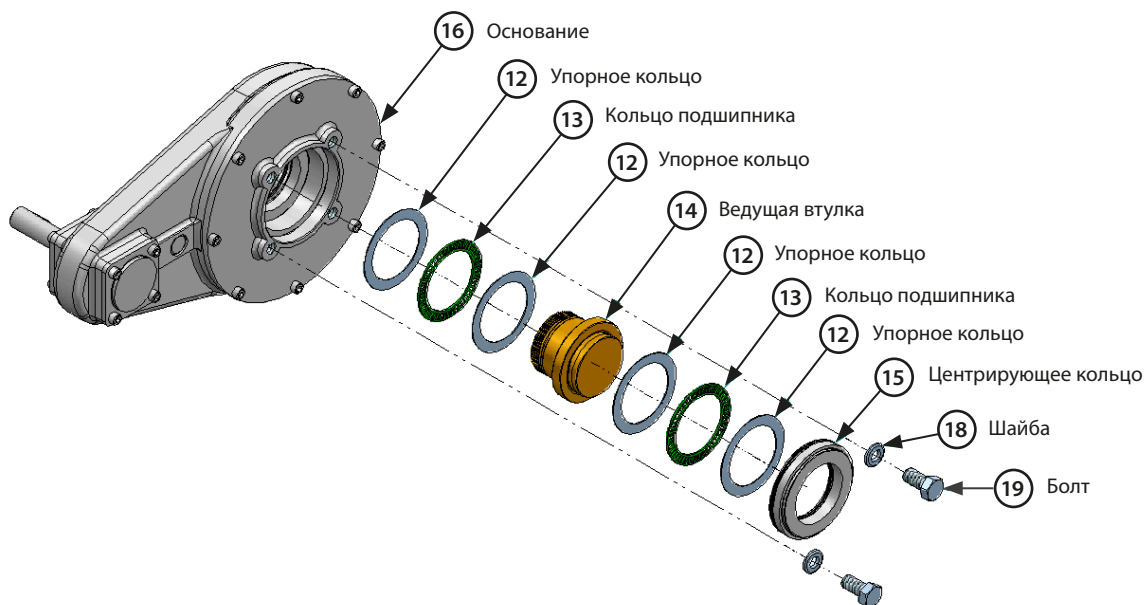
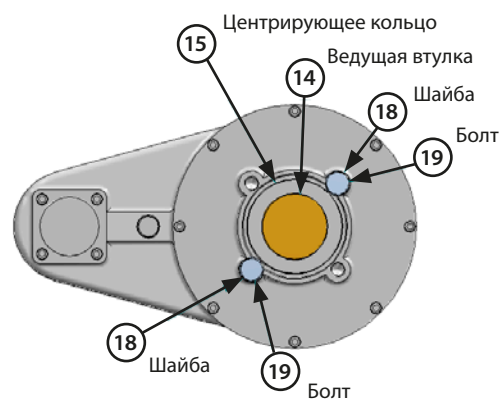

Рисунок 7 – Ведущая втулка конического и цилиндрического редуктора в сборе
Рисунок 10 – Пример крепления центрирующего кольца
Рекомендуем установить болт и шайбу в основание конических и цилиндрических редукторов перед их перемещением, как указано в Рис. 7 и Рис. 10.
Смотреть рисунок 7. Расположение ведущей втулки одинаково для всех редукторов, хотя большие редукторы имеют цилиндрические роликовые подшипники вместо игольчатых подшипников.
⚠ ВАЖНО: Чтобы упорные подшипники на выходе были правильно установлены вместе с ведущей втулкой и центрирующим кольцом. Смотреть рисунок 7. Упорные подшипники (13) ДОЛЖНЫ иметь упорную шайбу (12) с каждой стороны подшипника. Узел подшипника / шайбы должны быть установлены на каждой стороне упорного бурта ведущей втулки.
⚠ Рекомендуем установить болт (19) и шайбу (18) в основание редуктора, как указано в Рис. 7 и Рис. 10. Обратите внимание, что шайбы должны перекрывать центрирующее кольцо (15). Это предотвратит отсоединение сборки ведущей втулки от корпуса редуктора. Rotork не поставляет болты и шайбы.